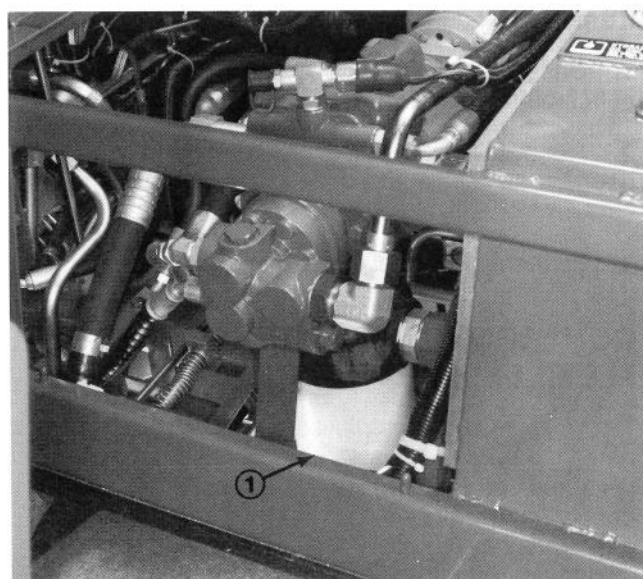

Figure 46
2. Nettoyer la surface de montage autour du filtre (Fig. 46). Placer un récipient sous le filtre et retirer le filtre.